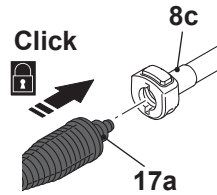

Fig. 6
- > Alinee las lengüetas (17a) de la boquilla en las ranuras del puerto de conexión de la lanza de extensión (8c) (Fig. 6).